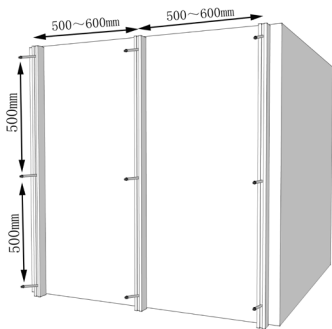

图2
- ② 确定龙骨间距并打预钻孔，龙骨固定采用塑料膨胀螺丝（HLPM-025）如图2所示：